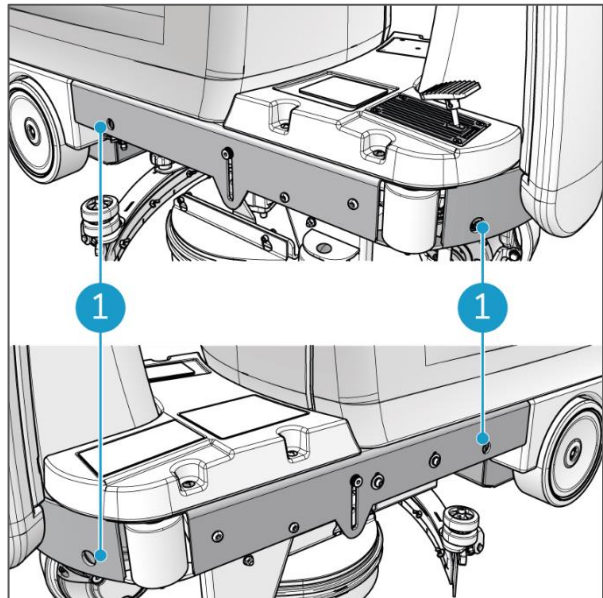

Figura 10
9. Sujeta la máquina pasando correas o cuerdas por los 4 orificios del chasis (Figura 10, pos. 1).